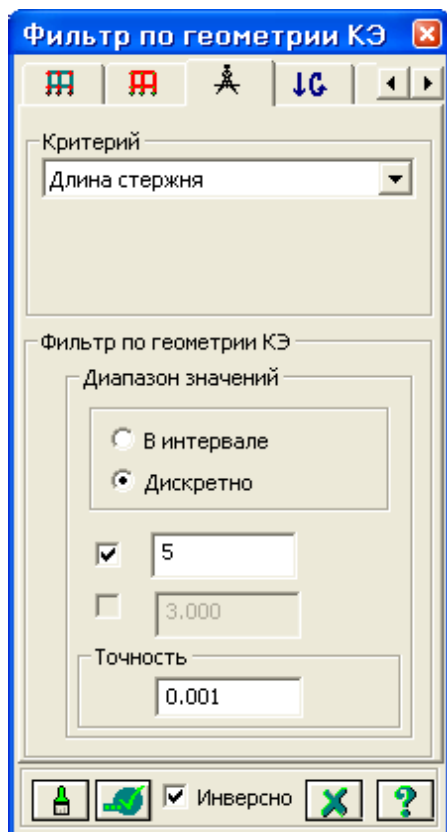

Рис.4.5. Диалоговое окно **Фильтр по геометрии КЭ**
- В этом окне перейдите на третью закладку **Фильтр по геометрии КЭ** (рис.4.5) и задайте параметры: